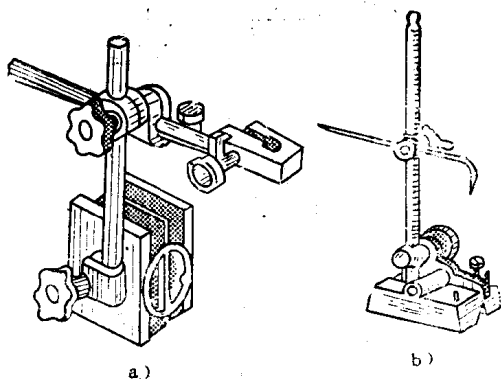
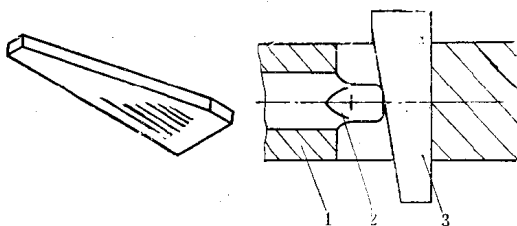

图1-16 磁性表座和划线盘
图1-17 楔铁块
(1) 一般工具 有锤子、螺钉旋具、活扳手、呆扳手、整体扳手、内六角扳手、磁性表座和划线盘 (见图1-16) 等。卸下镗削工具用的楔铁块, 见图1-17。
(2) 装夹工具 在镗床上安装和装夹工件, 一般都使用通用的装夹工具。